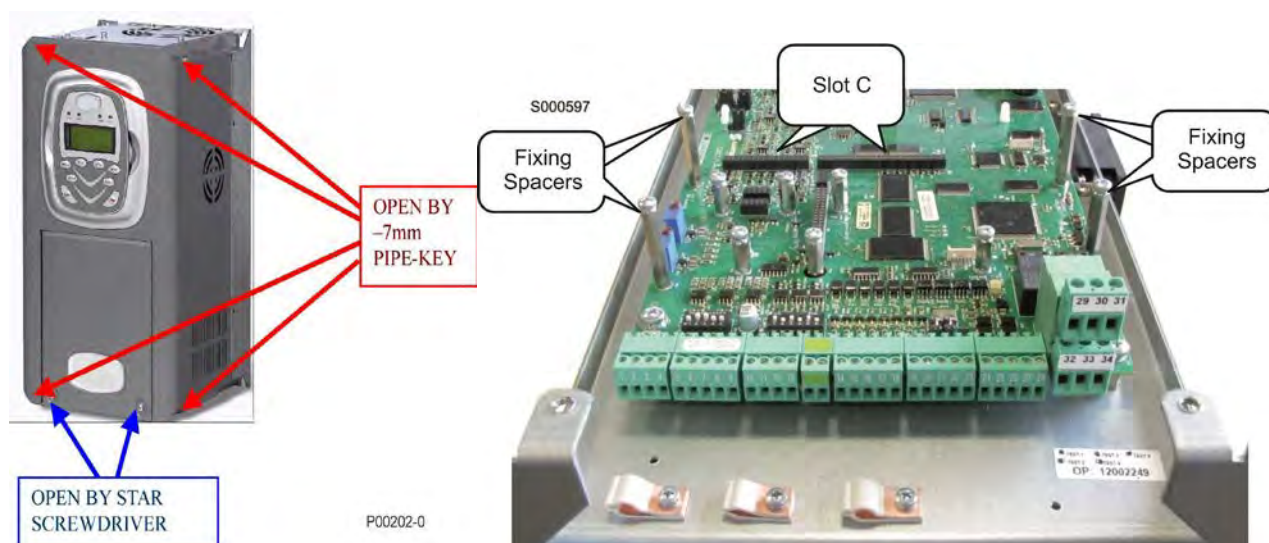

Figura 206: Rimozione del coperchio dell'inverter e posizione dello slot C
- 2) Per una più agevole installazione della scheda è necessario rimuovere tutto il coperchio dell'inverter allentando le quattro viti a testa esagonale presenti nella parte bassa ed alta dell'inverter. Sono così facilmente accessibili le quattro colonnette metalliche di fissaggio della scheda ES870 ed il connettore dei segnali (Figura 206- Slot C).